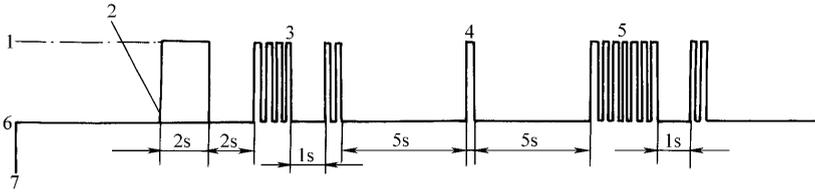

图 3-133 ABS 指示灯的闪烁频率
(2) 接通点火开关，不要起动发动机。
(3) 记录 ABS 指示灯闪烁的频率。闪烁频率代表故障码，如图 3-133 所示。
(1) 将专用工具 SCS 短路插头与位于驾驶员侧仪表板下的维修检查插头（2 芯）相连接。
(2) 踩下制动踏板，并保持踏板在踏下位置不动。
(3) 接通点火开关 ON（II）。
(4) 待 ABS 指示灯熄灭后，松开制动踏板。
(5) 在 ABS 指示灯重新亮起时，再次踏下制动踏板。
(6) 待 ABS 指示灯熄灭后，再次松开制动踏板。
(7) 几秒钟后，ABS 指示灯将会闪烁两次并随之熄灭，ABS 指示灯与制动踏板的动态如图 3-133 所示。如果 ABS 指示灯并非闪烁两次，则需重复上进步骤（1）~（6），以确认操作正确无误；如果 ABS 指示灯在闪烁两次后仍然亮着，则需再次读取故障码。因为系统在转换到故障码清除模式之前的初始诊断时段，已检测到新的故障信息。
(8) 故障码清除完毕，关闭点火开关，然后拆下专用工具 SCS 短路插头。